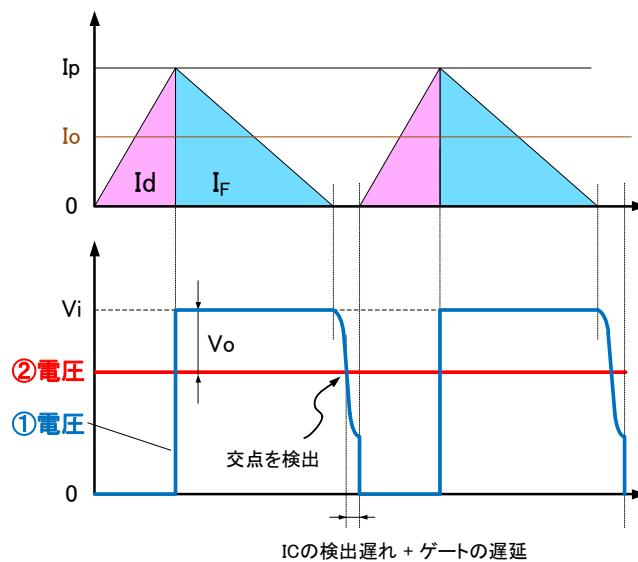

図 2 臨界型降圧チョッパにおける MOSFET とダイオードの電流波形およびチョーク両端の電圧波形
MV1012SC は臨界型降圧チョッパ方式の制御 IC であり、回路構成は図 1、MOSFET およびダイオードに流れる電流波形はそれぞれ図 2 の I_d, I_F となります。一般的な臨界型降圧チョッパ回路は I_F がゼロになってから MOSFET がオンするため、ダイオードのリカバリ電流がほとんどなく、PWM 型回路に比べて低損失・低ノイズになります。その一方では、出力電流(LED 電流)の変化にともない発振周波数が大きく変化し、調光特性・効率が悪化するのが欠点です。
MV1012SC は、電圧変換された I_d を電流検出端子(CS 端子)で検出し、CS 基準電圧に達すると MOSFET をオフします(ピーク電流検出)。また、ダイオード電流 I_F がゼロになり S_{vout} 電圧が S_{vin} 電圧を下回ったことを検出(ゼロ電流検出)し、MOSFET をオンさせて臨界制御を行います。チョーク両端の電圧(図 2 の①と②)を抵抗分圧し S_{vin} 端子・ S_{vout} 端子に入力することで、補助巻線なしで臨界動作を実現できます。さらに、オフ時間変調機能により、調光時の周波数上昇を抑制することができ、深調光時にも安定した効率・調光特性を得ることができます。(P.19 5 項【 調光特性について 】参照)